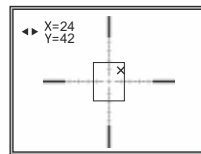

Fig.4
- Premete il controller e tenetelo premuto per passare allo schermo di aggiustamento. Sul display appariscono: croce ausiliaria  di colore rosso, le frecce orizzontali e le coordinate della croce ausiliaria  $X=00$ $Y=00$ (Fig.4).